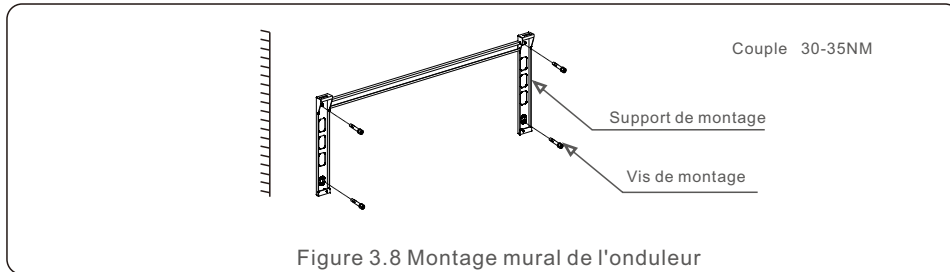

Figure 3.8 Montage mural de l'onduleur
Voir les figures 3.8 et 3.9 L'onduleur doit être monté verticalement.
1. Se référer à la figure 3.8, percer les trous pour les vis de montage en fonction du diamètre des trous du support à l'aide d'une perceuse de précision en gardant la perceuse perpendiculaire au mur. La profondeur maximale est de 90 mm.
2. Assurez-vous que le support est horizontal. Et que les trous de montage (figure 3.8) sont marqués correctement. Percez les trous dans le mur selon vos repères.